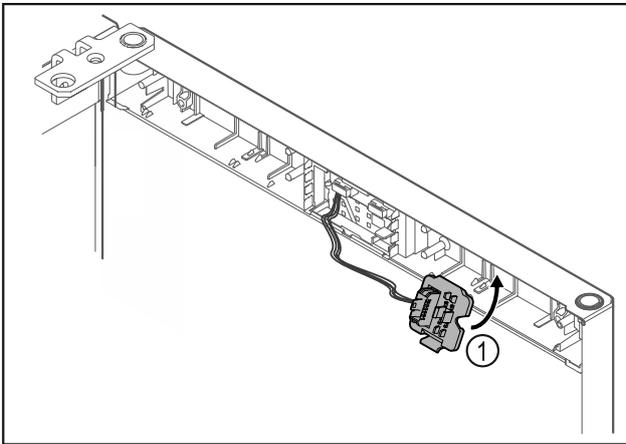

Fig. 18
- ▶ Зафіксувати кріплення штекера Fig. 18 (1) на протилежній стороні.